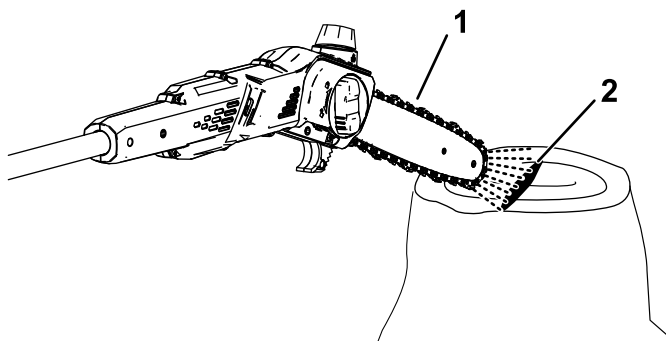

Figure 18
2. Pour vérifier que l'huile arrive jusqu'à la chaîne, pointez le nez de l'élagieuse à quelques centimètre/pouces au-dessus d'une surface (papier, carton, souche, etc.) et démarrez l'élagieuse; un peu d'huile devrait être pulvérisé sur la surface (Figure 18).